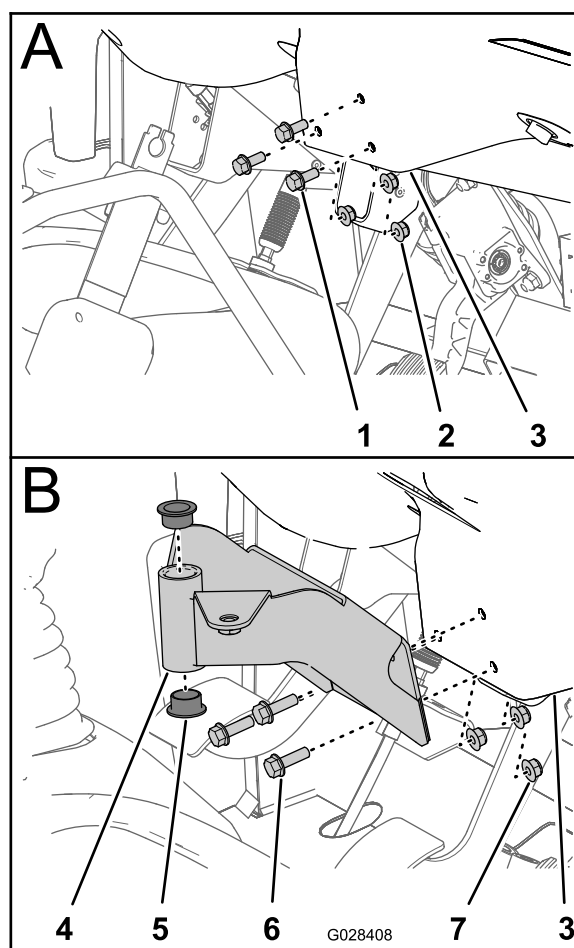

Figura 18
1. Demontai cele 3 uruburi i 3 piulie care fixează porțiunea centrală inferioară a panoului tabloului de bord pe suportul de susinere a tabloului de bord (Figura 18).
2. Alinai orificiile din suportul de montaj pentru consola de comandă cu orificiile din tabloul de bord i suportul de susinere (Figura 18).
4. Strângei uruburile i piuliile la (Figura 18).
5. Introducei cele 2 buce de plastic în suportul de montaj (Figura 18).